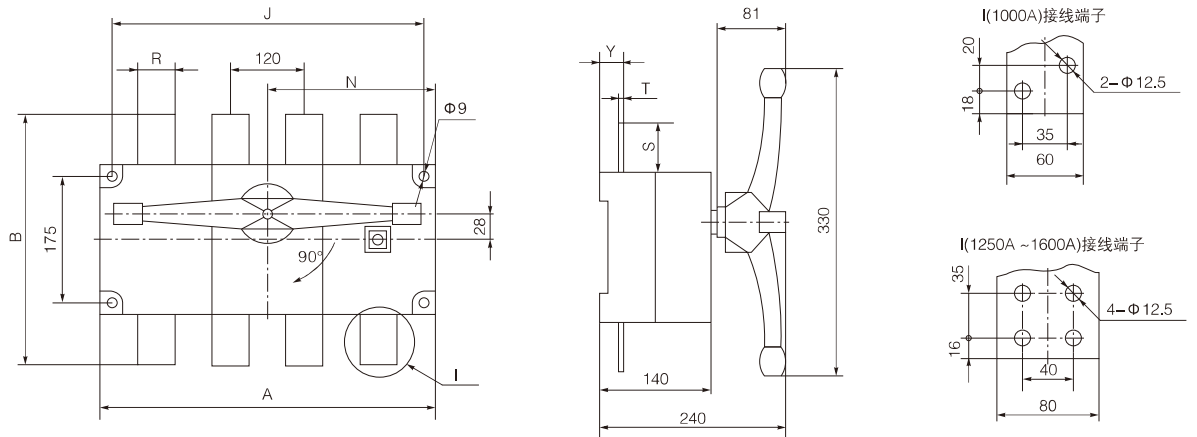

图3: CFH1-1000A ~1600A柜内操作外形尺寸及安装尺寸
• CFH1-1600A负荷-隔离开关外形尺寸及安装尺寸见图3~4和表3。